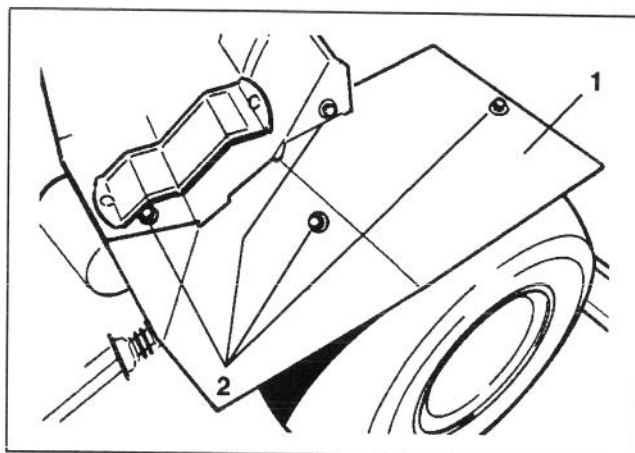

Fig. 36
## JUSTERING AF TRANSMISSION FOR FRISTILLING (Fig. 36–37)
1. For at kunne komme til manøvestangen skal de fire (4) skruer, der fastholder højre skærm (Fig. 36) på rammen, fjernes, og skærmen afmonteres.